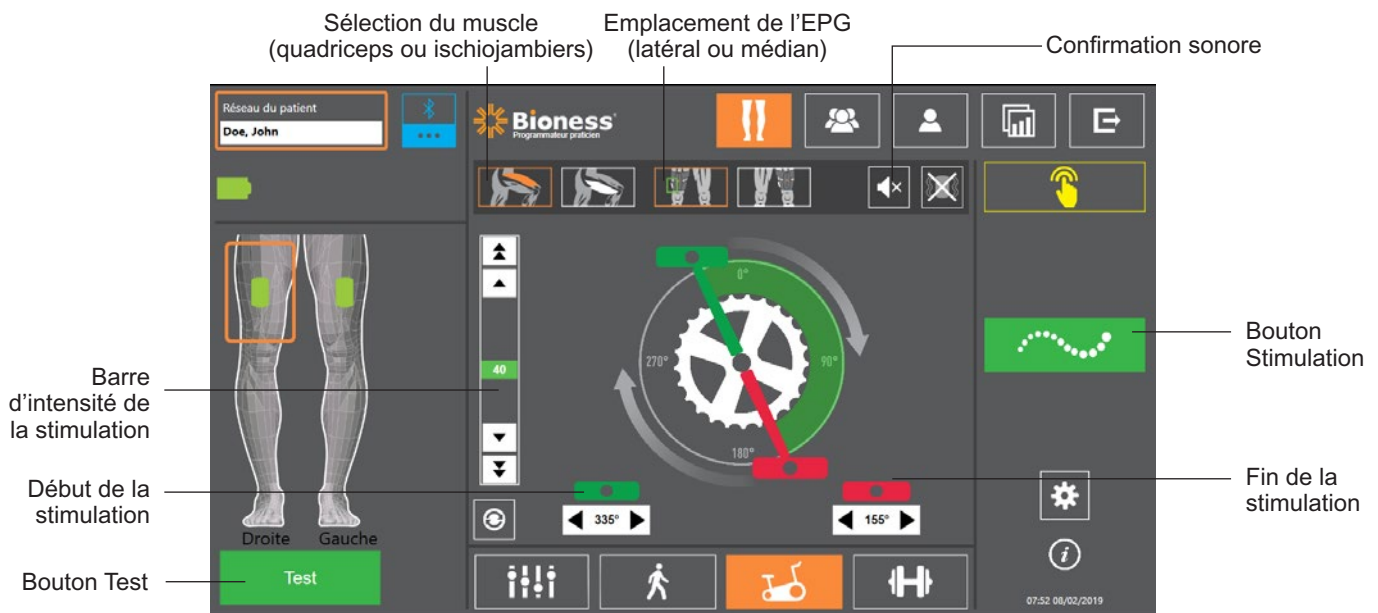

Figure 9-8 : Programmation de la stimulation, écran des réglages de l'entraînement à vélo
5. Appuyez sur l'icône d'entraînement à vélo . Reportez-vous à la figure 9-8.
6. Pour le manchon à cuisse autonome, sélectionnez le groupe de muscles adéquat (quadriceps ou ischiojambiers) en appuyant sur le bouton de sélection de muscle approprié . Le muscle sélectionné apparaîtra en orange. Reportez-vous à la figure 9-8.
7. Pour le manchon à cuisse autonome, sélectionnez l'emplacement (latéral ou médian) de l'EPG en appuyant sur l'icône d'emplacement de l'EPG . La sélection apparaîtra dans un cadre vert. Reportez-vous à la figure 9-8.
8. Pour les nouveaux patients, vérifiez que l'intensité de la stimulation est définie sur 0 en utilisant les flèches situées sur la barre d'intensité de la stimulation. Reportez-vous à la figure 9-8.
9. Appuyez sur le bouton Test pour enregistrer les réglages et activer la stimulation. Augmentez progressivement l'intensité de la stimulation jusqu'au niveau souhaité à l'aide des flèches de la barre d'intensité de la stimulation. Reportez-vous à la figure 9-8.
15. Ajustez l'intensité de la stimulation pendant que le patient pédale. Reportez-vous à la figure 9-8.
**Remarque :** activer la confirmation sonore peut vous aider à optimiser les réglages de début et de fin de la stimulation. Reportez-vous à la figure 9-8. Palper le muscle peut vous aider à déterminer quand le muscle se contracte.